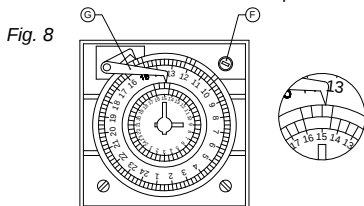

Fig. 8
Esempio: Indice di manovra (G) segna le ore 15, le lancette le ore 3 (fig. 8)